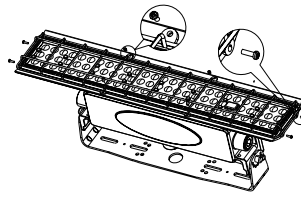

Figure 19
2. Before installing the fixture, put a wire guard on the fixture cover, as shown in (Figure 19).
2. Avant d'installer le projecteur, placez un protège-fil sur le couvercle du projecteur, comme indiqué sur la Figure 19.